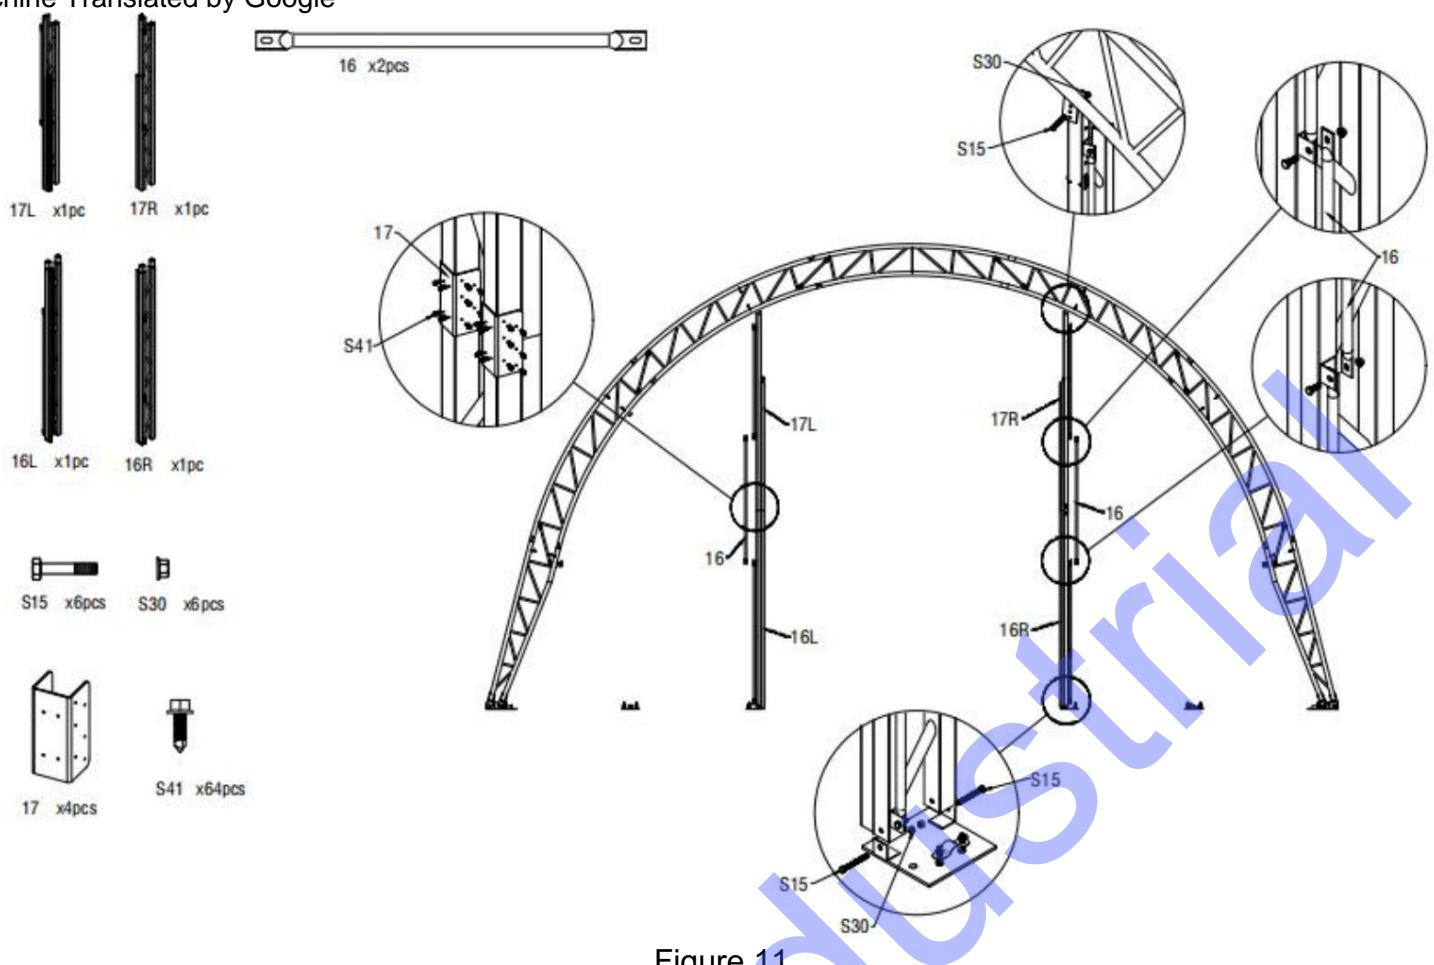

Figure 11
1. Trouvez les composants relatifs et assembliez la porte avant et arrière en conséquence (Figure 11, 12, 13)